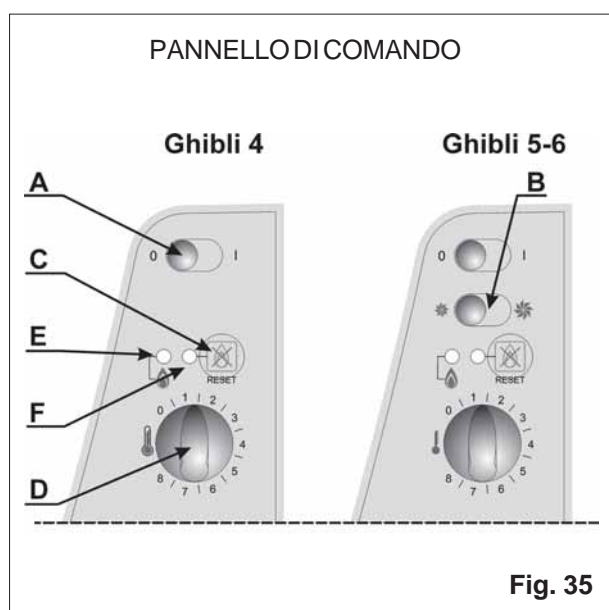

Fig. 35
**11.2.2** (I richiami alle funzioni del pannello di comando che seguono si riferiscono alla fig. 35).
- Portare l'interruttore (A) nella posizione di accensione "I" per iniziare il ciclo di accensione. Se si è installato il kit orologio programmatore digitale fare riferimento alle istruzioni ad esso allegate per eseguire le manovre supplementari.
- Ruotare la manopola del termostato ambiente (D) in senso orario verso il massimo valore. Da questo momento inizia la fase di avviamento, segnalata dall'accensione del led verde (E).